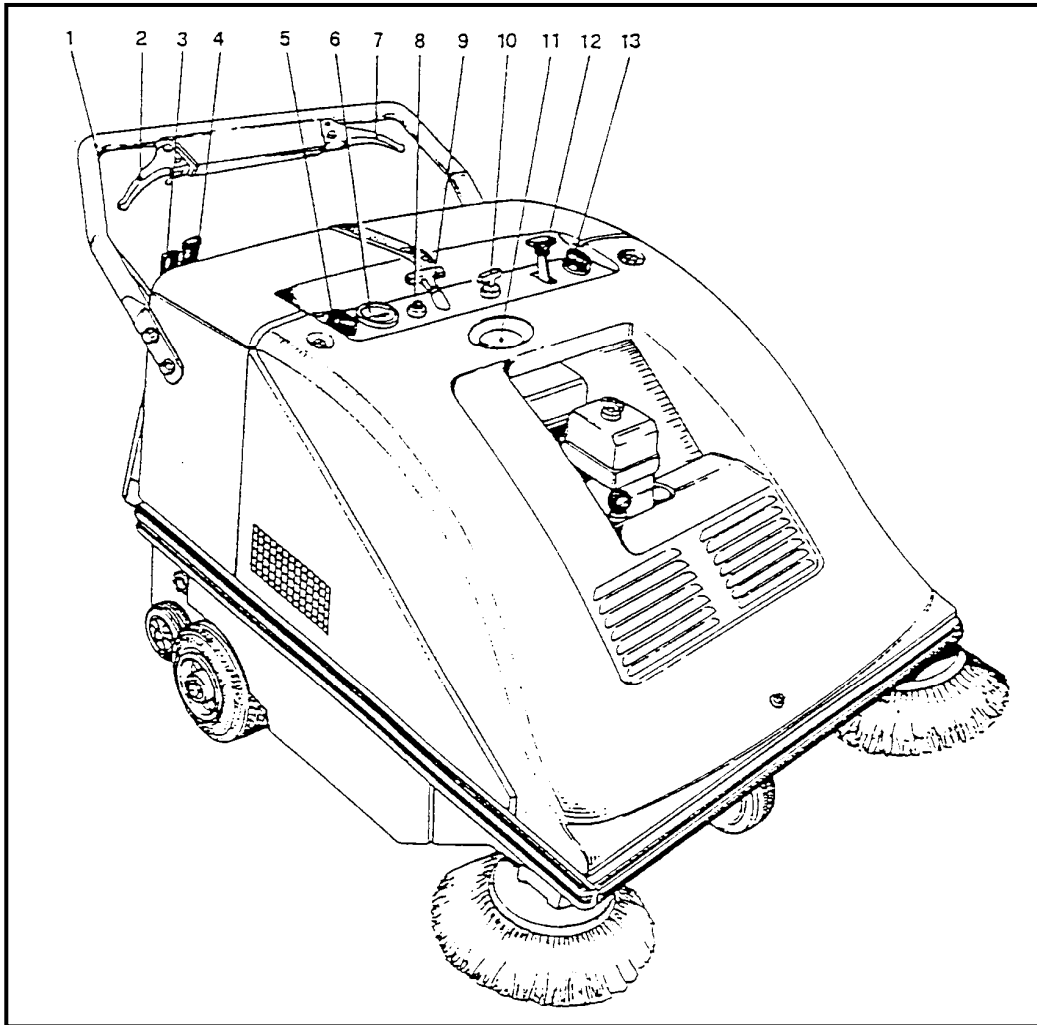

Fig. 3 - Mandos
- Levantar los cepillos laterales y el cepillo central mediante las palancas 3-4 (fig. 3).
3. Mover el acelerador 12 ligeramente hacia adelante (fig. 3).
4. Girar el interruptor de encendido 10 hasta la posición START y mantenerla hasta que el motor se encienda (fig. 3). NOTA: no usar el encendido eléctrico durante más de 5 segundos cada vez. Si el motor no se enciende, soltar el interruptor y esperar 10 segundos antes volverlo a accionar. Cuando el motor esté en marcha, poner de nuevo el interruptor 10 en la posición ON y la palanca del aire en la posición de marcha.
- Cuando se encuentre material voluminoso y especialmente ligero (papel, hojas, etc.) accionar la palanca 9 (fig. 3) para facilitar su recogida. Esta maniobra sólo debe durar el tiempo necesario para recoger dichos objetos.
- Periódicamente sacudir el filtro haciéndolo vibrar mediante el botón 8 (fig. 3).
- Si el terreno a barrer está húmedo cerrar la aspiración del ventilador mediante los mandos 5 (fig. 3) para evitar que los filtros de aspiración queden obstruidos.